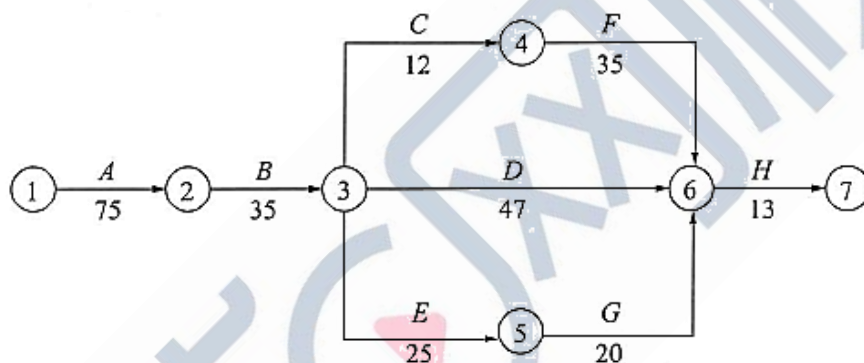

图 2A320024-2 调整后的进度计划网络图
(2) 调整后的进度计划网络图如图 2A320024-2 所示: